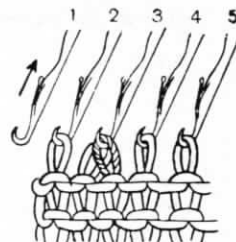

Fig. 48
- Con ayuda del punzón de doble ojo, transferir el primero y segundo punto sobre la segunda y tercera aguja (Fig. 48);